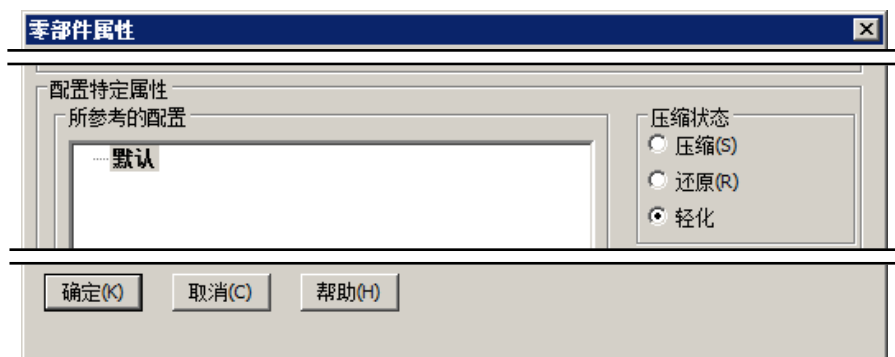

图 13.4.2 “零部件属性”对话框
(1) 设置文件属性。选择“属性”命令，系统弹出图 13.4.2 所示的“零部件属性”对话框，在该对话框中的压缩状态区域，可以设置压缩状态为轻量化。当用户完成对零部件属性的设置并返回到装配体时，可以将它再次设置为轻量化模式来加速装配。